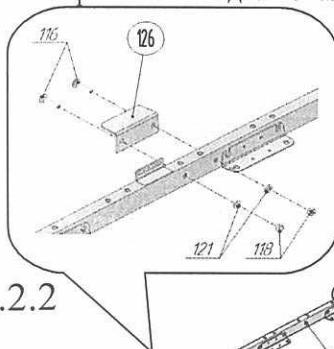
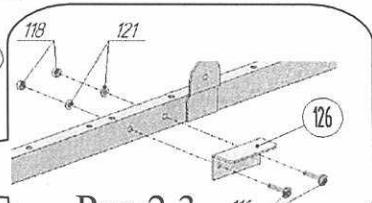
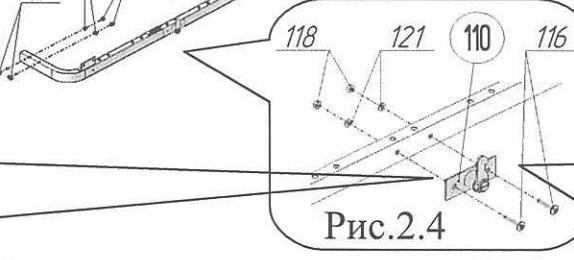

Рис.2.2
Рис.2.3
Рис.2.4
2. Присоединить к рамам кровати поз.1,2 уголки поз.126 (2 места) — рис.2.2 и 2.3, фиксатор в сборе поз.110- справа (рис.2.4), используя винты M6x35 поз.116, гайки M6 со стопорным кольцом поз.118, шайбы Ø6x18 стальные поз.121. В случае, если установка механизмов производится на левой боковине, фиксатор в сборе поз.110 разобрать в соответствии с рисунком 2.6. Перевернуть собачку поз.110Б в зеркальное положение, собрать фиксатор в обратной последовательности (рис.2.5). При сборке строго соблюдать последовательность установки деталей, руководствуясь рисунком 2.5. Закрепить собранный фиксатор поз.110 на раме слева аналогично рис.2.4, но зеркально, а ранее установленные уголки поз.126 (рис.2.2 и рис.2.3) переставить на противоположные стороны рамы. На торец упора поз. 46 установить накладку войлочную поз.33 в соответствии с рисунком 1.2.1. Разместить её так, чтобы в сложенном состоянии кровати накладка попала на уголок поз.126 (рис.2.2).